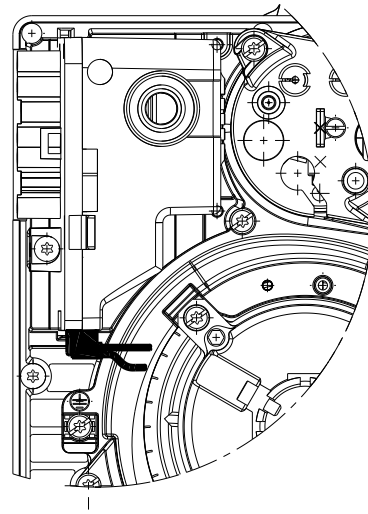

Fig. 20
- Verificare il corretto inserimento dei connettori dei collegamenti seguendo la simbologia riportata sul fondo dell'apparecchiatura di controllo fiamma: assicurarsi che i connettori siano completamente inseriti spingendoli fino in fondo, ognuno nella propria posizione di appartenenza. Tutti i connettori devono risultare con i cavi di collegamento rivolti verso l'interno del bruciatore (Vedi Fig. 20).